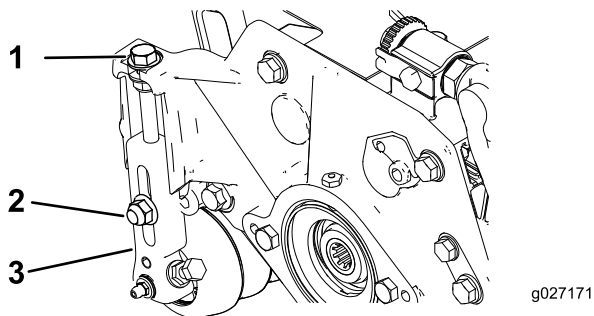

図 15
1. 刈り高アームをカッティングユニットのサイドプレートに固定しているロックナットをゆるめる 図 15。